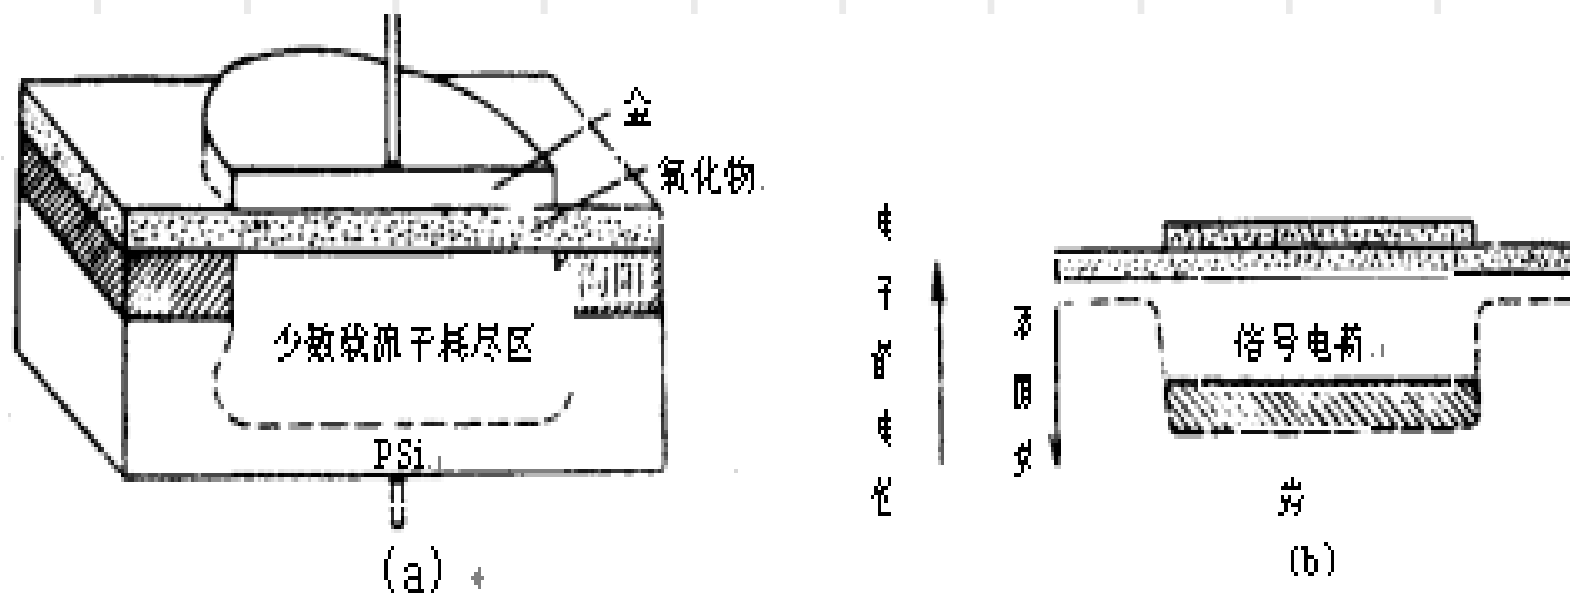

图1 CCD结构和工作原理图
- CCD的基本单元是MOS电容器, 这种电容器能存贮电荷, 其结构如图1所示. 以P型硅为例, 在P型硅衬底上通过氧化在表面形成SiO₂层, 然后在SiO₂上淀积一层金属为栅极, P型硅里的多数载流子是带正电荷的空穴, 少数载流子是带负电荷的电子, 当金属电极上施加正电压时, 其电场能够透过SiO₂绝缘层对这些载流子进行排斥或吸引. 于是带正电的空穴被排斥到远离电极处, 剩下的带负电的少数载流子在紧靠SiO₂层形成负电荷层 (耗尽层), 电子一旦进入由于电场作用就不能复出, 故又称为电子势阱。